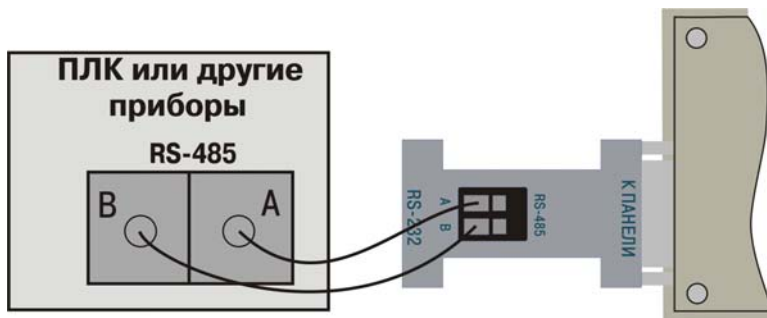

Рис. 6.1. Схема подключения интерфейса RS-485 для конфигурирования панели ИП320
2. Для связи с ПЛК по RS-485 – отсоединить нуль-модемный кабель. Подсоединить провода к контактам А и В на переходнике и на ПЛК (см. рис. 6.1).